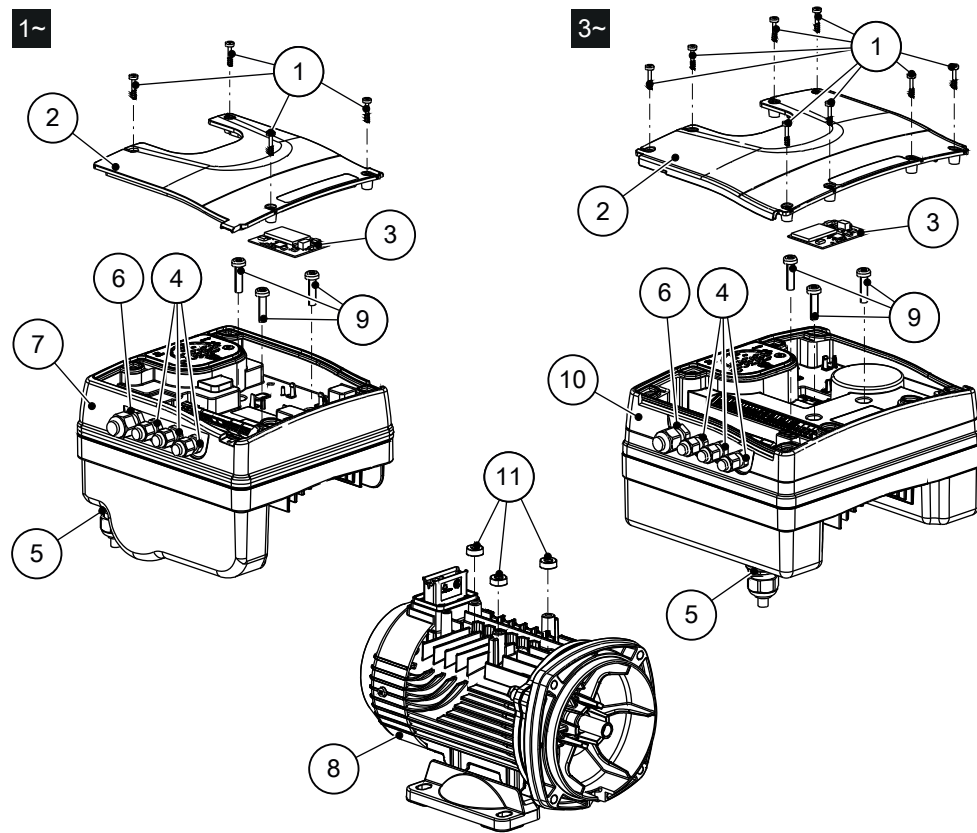

Figura 3: Componentes principales
- Coloque la unidad como se muestra en la Figura 3.